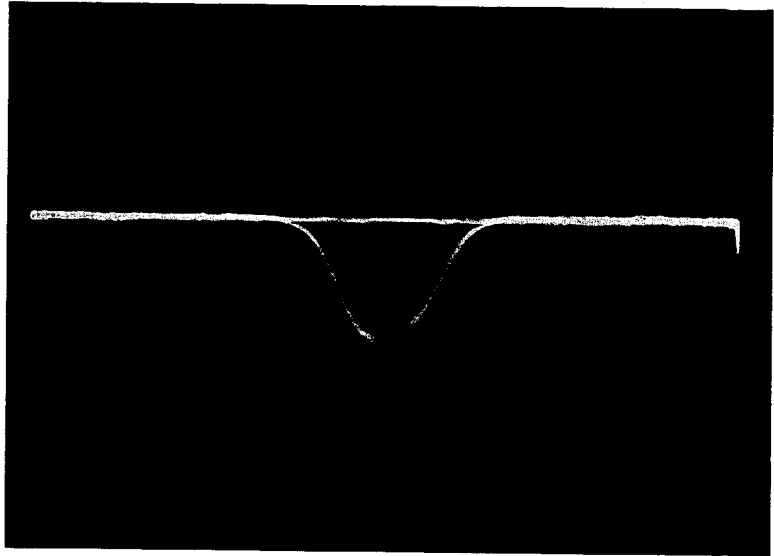

Bild 15 Durchlaßkurve Tonteil
- e) Markengeber unmoduliert 5,5 MHz zuschalten (vorher mit Quarz kontrollieren oder direkt Quarzfrequenz benutzen). Die Marke muß in der Mitte der Kurve stehen. Bild 15 zeigt eine so aufgenommene Durchlaßkurve.